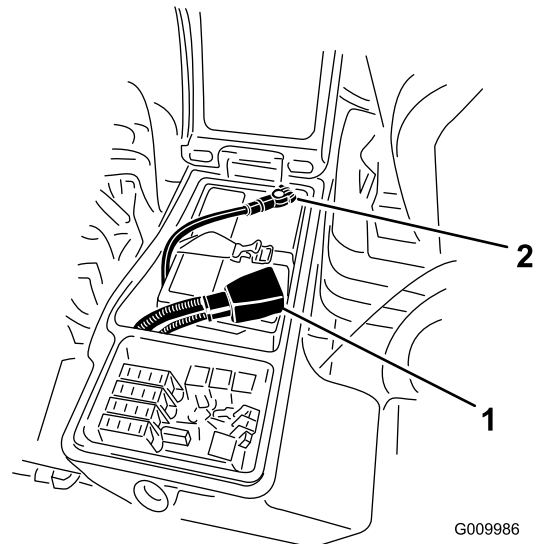

Figura 75
3. Rimuovete il cavo negativo (nero) dal morsetto negativo (-) e il cavo positivo (rosso) dal morsetto positivo (+) della batteria (Figura 75).
6. Collegate il cavo positivo (rosso) al terminale positivo (+) e il cavo negativo (nero) al terminale negativo (-) della batteria (Figura 75).